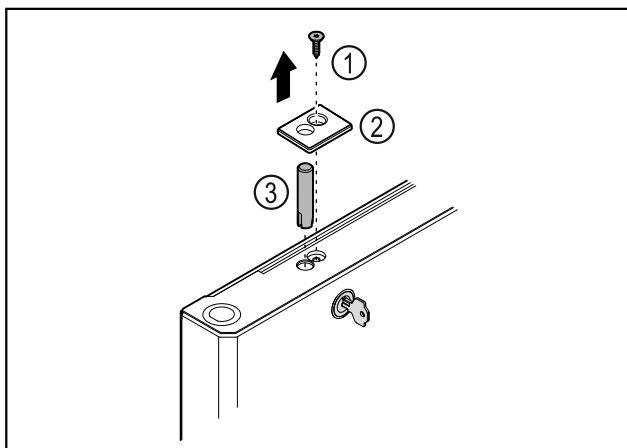

Fig. 38
- ▶ Αφαιρέστε τη βίδα Fig. 38 (1).
- ▶ Ξεκουμπώστε το κάλυμμα Fig. 38 (2) με ένα μικρό κατσαβίδι και αφαιρέστε το.
- ▶ Τραβήξτε έξω τον πείρο της κλειδαριάς Fig. 38 (3).